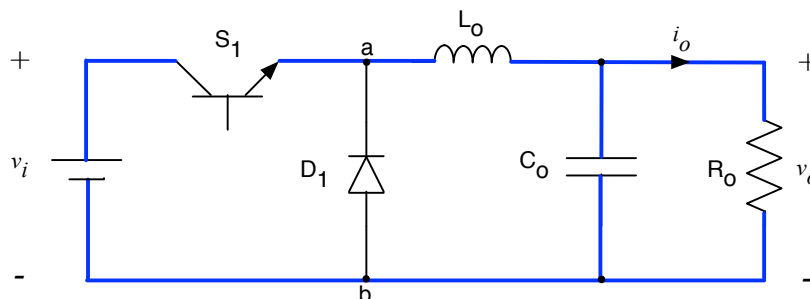

Figura 8 – Primeira etapa de operação do conversor Buck.
- Primeira etapa (0 até $D \cdot T_s$) - o interruptor S_1 é comandado a conduzir, ou seja, está fechado; o diodo D_1 está bloqueado. A tensão após o interruptor (v_{ab}) é igual a da entrada (v_i). A fonte fornece energia para a saída. A corrente no indutor L_1 cresce linearmente, armazenando energia nesta etapa. Esta etapa é mostrada na Figura 8;